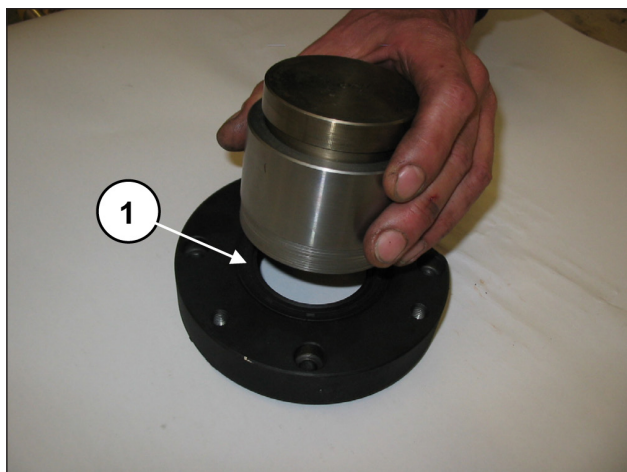

Fig. 63
Premontar las tapas del cojinete PTO derecha e izquierda: Introducir la anilla de retención radial dentro de la tapa del cojinete PTO utilizando la herramienta cód. 27548200 (pos. ①, Fig. 63).